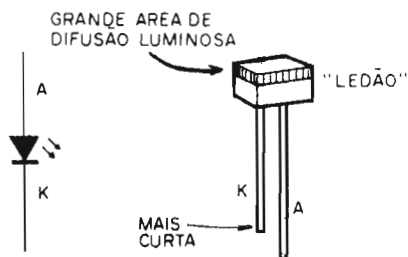

Fig.4
- FIG. 4 - DETALHES DO "LEDÃO"... - Conforme o Leitor/Hobbysta viu na LISTA DE PEÇAS, recomendamos a utilização de LEDs do tipo com grande área luminosa, retangulares, popularmente chamados de "Ledões"... Esses LEDs mostram uma "janela" considerável, translúcida, com um rendimento sensivelmente melhor do que os convencionais (redondos, 5 mm), embora seu preço não seja muito maior do que o dos componentes comuns do gênero... A figura mostra o símbolo esquemático adotado para representar o componente (rever esquema, na fig. 1), bem como sua aparência, enfatizando a identificação das suas "pernas", sempre considerando que o terminal de **catodo (K)** corresponde ao pino **mais curto**... Na absoluta impossibilidade de se obter esses "Ledões", não haverá problema em se usar outros formatos ou tamanhos de LEDs (embora, naturalmente, com menor "impacto" luminoso, alguma perda na visualização final...).